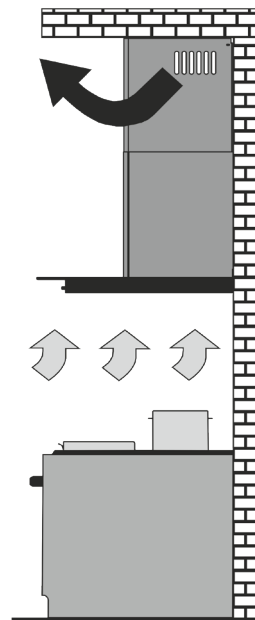

Abb. 2
➔ im Umwälzmodus (geschlossene kreisförmige Luftzirkulation in der Küche), wenn die Haube nicht mit dem Schornstein verbunden ist und die Luft durch einen Aluminiumfettfilter (im Lieferumfang enthalten) und einen geruchsabsorbierenden Kohlefilter (optional) angetrieben und in die Küche zurückgeführt wird (Abb. 2).
- im Umluftbetrieb (geschlossener Luftkreislauf in der Küche) (**Abb. 2**).